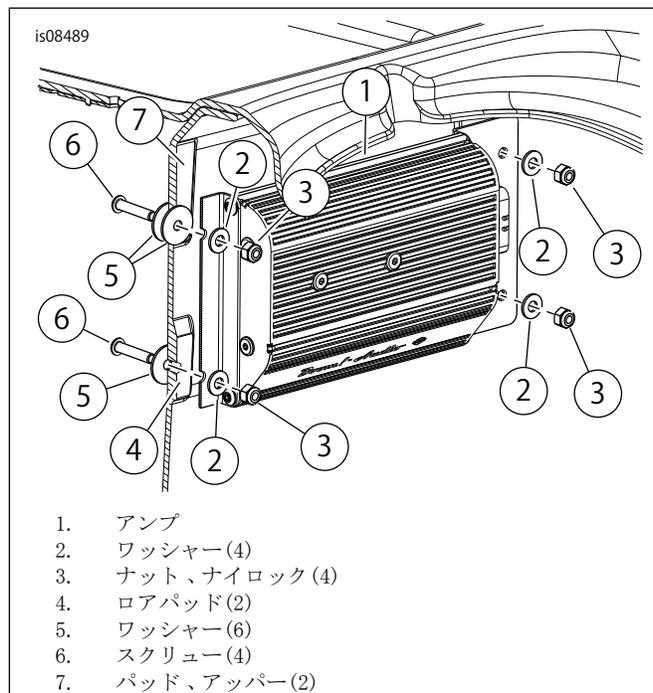

図2. アンプの取り付け
6. 図2を参照してください。アンプとブラケット(1)を4つのレイズドパッド(4と7)の上に配置します。図のようにコネクターを車体の左側の方向に配置します。下の穴を下のパッド(4)の中央に合わせます。
11. 図2を参照してください。ワッシャー(5)をスクリュー(6)にセットします。トランクの内側から穴に取り付けます。トランクの外側から、スペーサーの役割として、余分のワッシャー(5)をトップスクリューに取り付けます。アンプとブラケット(1)を4つのレイズドパッド(4と7)の上に配置します。コネクタを車体の左側の方向に配置します。ワッシャー(2)をブラケットおよびスクリューに取り付けます。ナット(3)で固定する。ナットを次のトルク値で締め付けます。